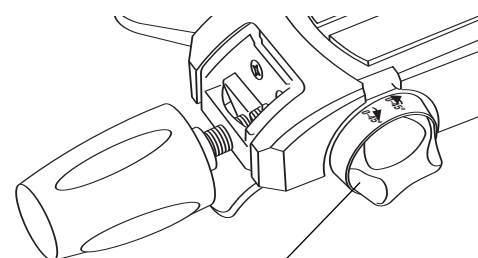

Figure 31.
3. Agrippez la poignée de transport avant de la main gauche et inclinez la tête de la scie légèrement vers la gauche tout en tournant le bouton-sélecteur de gamme de biseau rappelé par ressort de la main droite de manière à ce que le symbole 45°-0° soit en face de la flèche située sur la table (Figure 31). L'ensemble de la scie peut alors être incliné pour la mettre sur un angle de biseau à droite entre 0° et la butée à 45°.
3. Agrippez la poignée de transport avant de la main gauche et inclinez la tête de la scie légèrement vers la gauche tout en tournant le bouton-sélecteur de gamme de biseau rappelé par ressort de la main droite de manière à ce que le symbole 47°-47° soit en face de la flèche située sur la table (Figure 31). L'ensemble de la scie peut alors être incliné à n'importe quel angle entre 47° à gauche et 47° à droite.